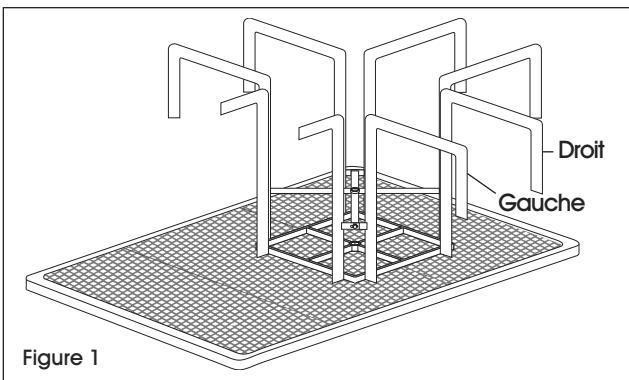

Figure 1
2. Placez le dessus de table à l'envers. Prenez une patte à la fois et fixez-là lâchement au dessus de table à l'aide d'un boulon, d'une rondelle et d'un écrou. Les renforts de patte sont une structure de fixation intérieure. Les pattes sont étiquetées gauche et droite. Faites correspondre les pattes avec les repères des côtés gauche et droit en dessous de la table. (Voir Figure 1)